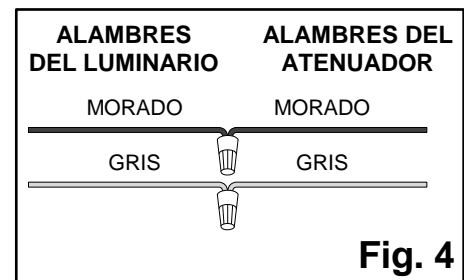

Fig. 4
12. Conecte el **cable de alimentación negro** y el **cable de alimentación blanco** al **conector rápido**. Conecte el **cable de tierra de alimentación** con el **cable de tierra del luminario** con **conectores de cable** (**Fig. 4**).
13. Conecte los cables **morados** y **gris del luminario** a los cables correspondientes al atenuador 0-10V de pared (**Fig. 4**).